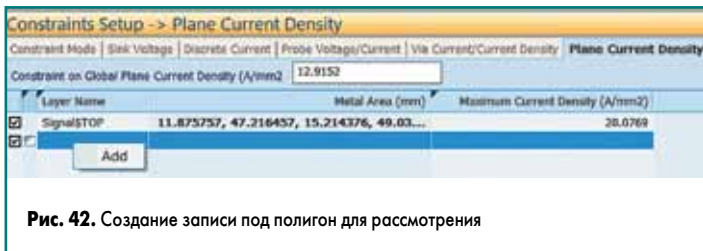

Рис. 42. Создание записи под полигон для рассмотрения
- Нажать ЛКМ и выбрать Add (рис. 42).